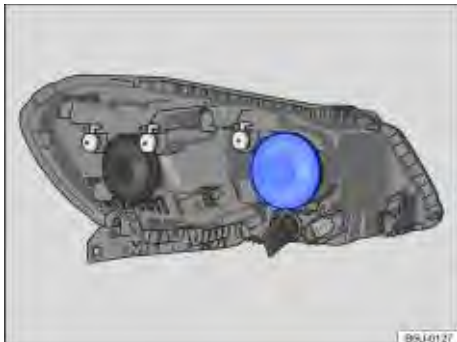

Fig. 178 No compartimento do motor: localização da lâmpada incandescente do farol alto / longo alcance e luz de posição.
3. Remover a cobertura de borracha na parte traseira do farol ⇒ Fig. 178.